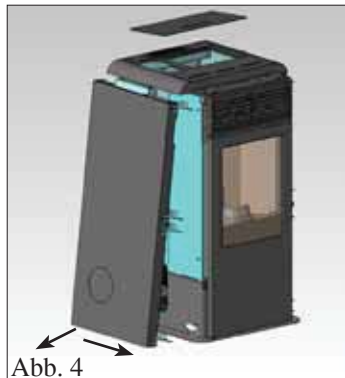

Abb. 4
- Seitliche Metallverkleidung abmontieren und um etwa 2 cm nach vorne versetzen, dazu zunächst von unten anheben und dann unter der Oberseite herausziehen (Abb. 4).